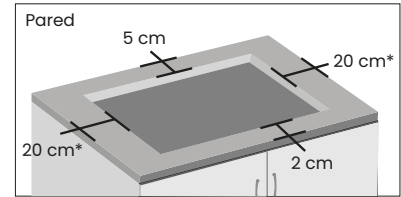

Imagen 1
- La distancia mínima que debe haber entre la perforación y la pared trasera es de 5cm y para el frente debe de ser mínimo de 2cm y para los laterales de 20cm respectivamente (Ver imagen 1).* Las dimensiones laterales presentadas se recomiendan para obtener un máximo rendimiento (eficiencia energética) del producto. Sin embargo, reducirlas (a una distancia no menor de 5 cm) no representa riesgo de seguridad para el usuario, siempre y cuando se tengan en cuenta las consideraciones de aireación e instalación.